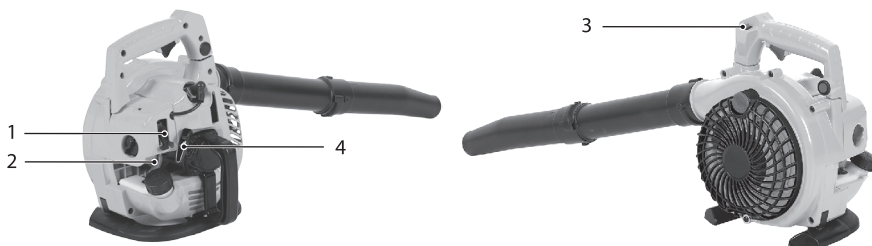

Рис. 7
- Переведите рычаг воздушной заслонки 1 (рис. 7) в верхнее положение –  «Закрыто».
- Несколько раз нажмите на прозрачный колпачок ручной подкачки топлива 2 (праймер) (рис. 7) для заполнения карбюратора топливной смесью. При этом сквозь прозрачный колпачок кнопки должна просматриваться подкачиваемая топливная смесь.
- Переведите выключатель зажигания 3 (рис. 7), расположенный на рукоятке, в положение ON/1.
- Придерживая устройство левой рукой, плавно потяните рукоятку стартера 4 (рис. 7) до момента зацепления в механизме стартера. После появления сопротивления энергично вытяните шнур на 50–60 см. Во избежание повреждения корпуса стартера не бросайте рукоятку стартера, плавно верните ее в исходное положение. Повторите данные действия до появления первой вспышки.
- Плавно потяните рукоятку стартера 4 (рис. 7) до момента зацепления в механизме и энергично вытяните шнур на 50–60 см. Повторите до запуска двигателя.